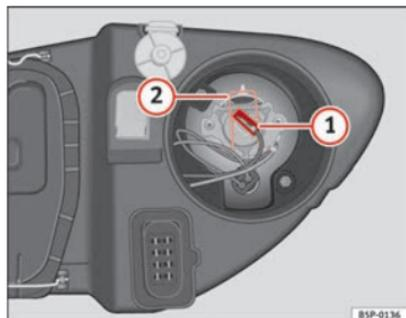

Fig. 193 Abbaglianti
- Premere la molla ⇒ fig. 193 ② verso l'interno e verso destra.
- Estrarre il connettore ⇒ fig. 193 ① della lampada.